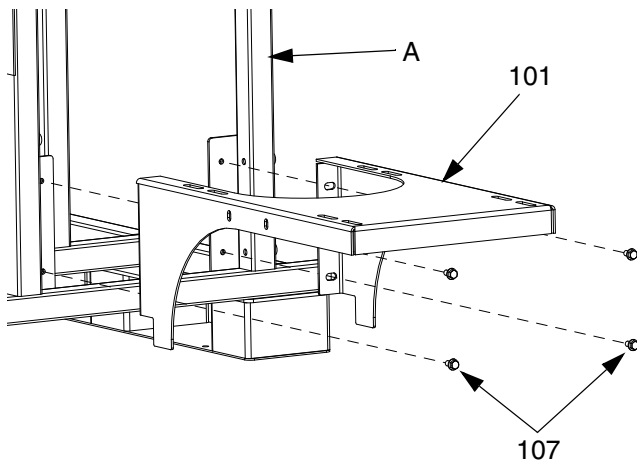

ABB. 3: Seiten des Rahmens
1. Trichter (D) an Seiten des Rahmens (A) befestigen. Siehe ABB. 3.
- a. Haupthalterung (101) am Rahmen (A) mit Schrauben (107) anbringen.